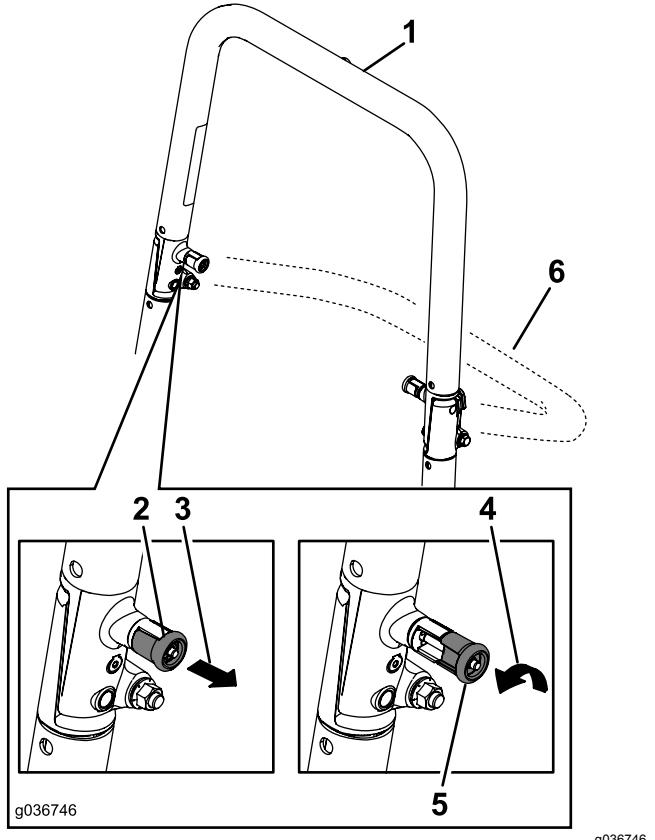

Figure 9
2. Tirez sur les deux boutons et tournez-les à 90 degrés pour les désengager (Figure 9).
3. Faites pivoter l'arceau de sécurité à la position abaissée (Figure 9).
4. Pour éléver l'arceau de sécurité, levez-le à la position d'utilisation et tournez les boutons de sorte à les déplacer partiellement dans les rainures (Figure 9).
5. Redressez l'arceau de sécurité en position relevée tout en poussant sur la partie supérieure de sorte que les goupilles s'engagent en position quand les trous sont en face (Figure 9).